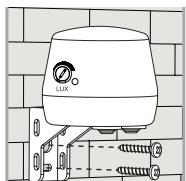

Fig. 8
- 5. Este producto se puede montar con tornillos a una pared o atado a un poste (como un poste eléctrico, pilar de madera, etc.) con la cubierta superior hacia arriba (Vea la fig. 8).
- This product can be mounted on wall with screws or tied on a pole (such as electric pole, wood pillar, etc.) with the top cover up (See fig. 8).